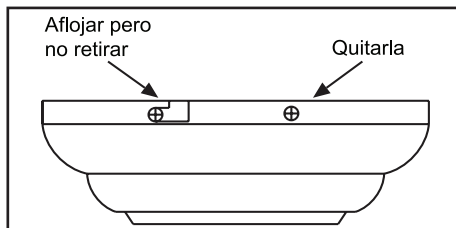

Figura 6
parte superior de la misma. Quita los dos tornillos sin ranura y afloja los tornillos ranurados. Esto te permitirá retirar la placa de montaje (Figura 6).
2. Retira la placa de montaje de la cubierta aflojando los cuatro tornillos de la parte superior de la misma. Quita los dos tornillos sin ranura y afloja los tornillos ranurados. Esto te permitirá retirar la placa de montaje (Figura 6).